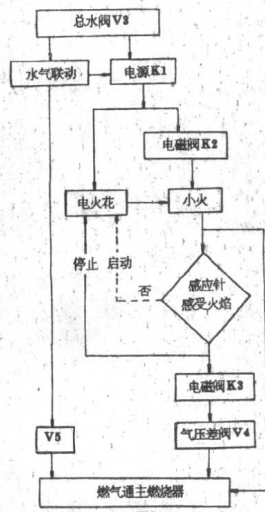

图3
现在根据结构示意图来说明自动热水器的工作过程。图3为各开关及阀门工作关系:
①打开燃气总阀门V1,向热水器供应燃气;②开启燃气调节阀V2,燃气进入气压差阀的a、b两室。
2. 启动热水器:结合图2、图3说明。
①打开自来水总阀V3,冷水通过V3一路进入水压